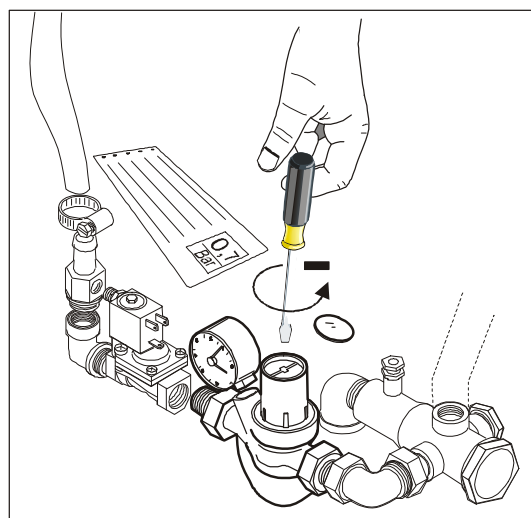

FIG.1A- RIDUTTORE DI PRESSIONE
- 2: togliere il tappo di protezione superiore sul riduttore e ruotare, tramite un cacciavite, l'apposita vite di regolazione in senso anti-orario per ridurre la pressione, o in senso orario per aumentarla per ripristinare le condizioni ottimali di esercizio (VEDI FIG.1A).